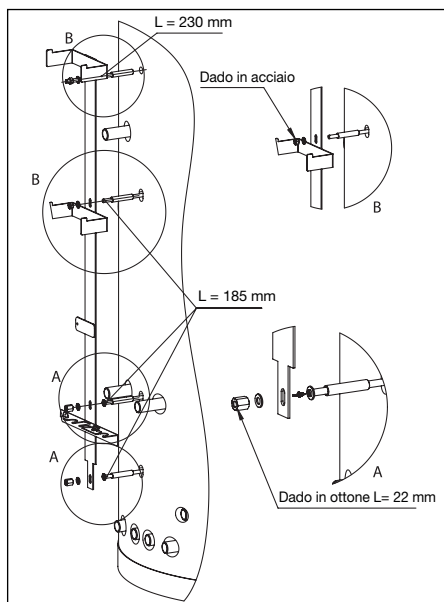

Fig. 8 Montaggio supporto gruppo
- Montare il gruppo supporto (fig.8)
- Avvitare le aste filettate nei dadi saldati sul serbatoio (Attenzione: nel dado superiore si deve avvitare l'asta con lunghezza $L = 230 \text{ mm}$! Avvitare le tre aste filettate $L = 185 \text{ mm}$ nei tre dadi inferiori!) (Fig. 8)